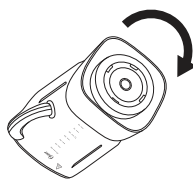

Fig. 9
2. Atornille la tuerca de la jarra girando la llave de la jarra hacia la derecha. (Fig. 9) **NO LA AJUSTE DEMASIADO.**